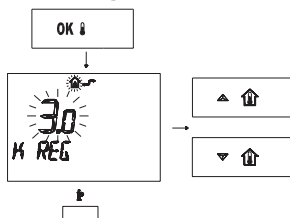

Fig. 5.40 Remoto
- Apriete el botón **OK**  para llegar a la ventana **K REG** (Fig. 5.40)
- Apriete el botón  para salir de la modalidad **INFO** (Fig. 5.40)